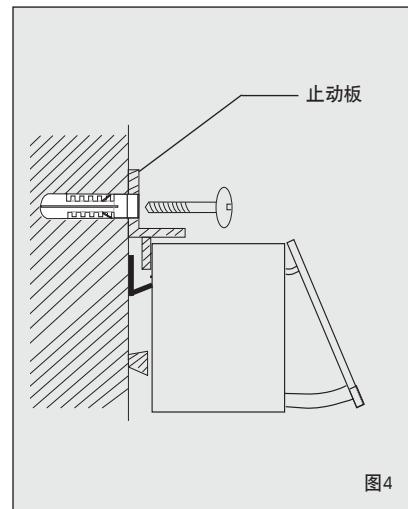

图4
- 2、把止动板紧压机壳顶面，带孔面靠墙对准上排的2个膨胀管孔，旋入木螺钉拧紧（如图4）。